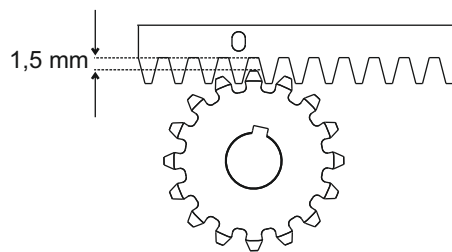

Fig. 10
5.6. Toda la cremallera va levantada de 1,5 mm para evitar que el peso de la cancela llegue hasta el piñon (Fig. 10),